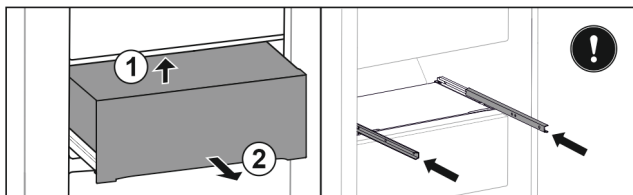

Fig. 40
- ▶ Nadzvedněte zásuvku ze zdola vzadu. Fig. 40 (1)
- ▶ Vyjměte zásuvku dopředu. Fig. 40 (2)